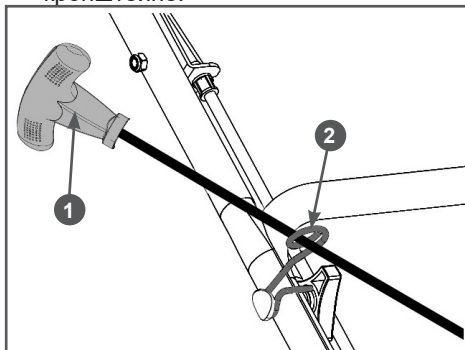

Рис. 7. Крепление ручки стартера на рукоятке
7. Закрепите ручку стартера на кронштейне (Рис. 7). Для этого медленно потяните за ручку стартера, чтобы вытянуть шнур из корпуса стартера на требуемую длину. Затем пропустите шнур стартера через витки кронштейна и отпустите ручку стартера. Ручка стартера должна остаться на кронштейне.